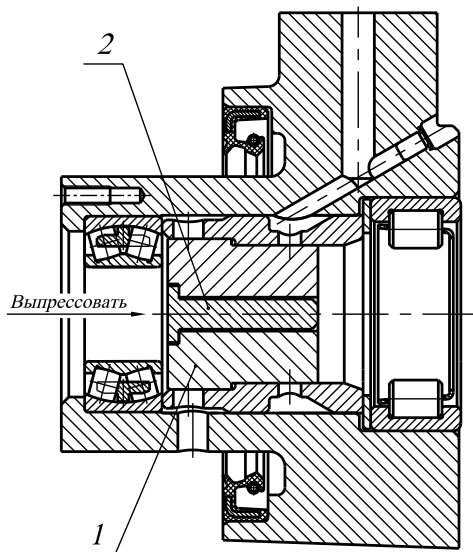

Рисунок 102 – Выпрессовка распорной втулки:
9. Отвернуть болты 19 крепления упорного фланца 16, выпрессовать наружную распорную втулку 21 и наружную обойму заднего подшипника. Во избежании передачи осевого усилия через сепаратор переднего подшипника, выпрессовку необходимо проводить с помощью специального приспособления, как показано на рис. 102 и 103. После этого извлечь из корпуса передний подшипник.